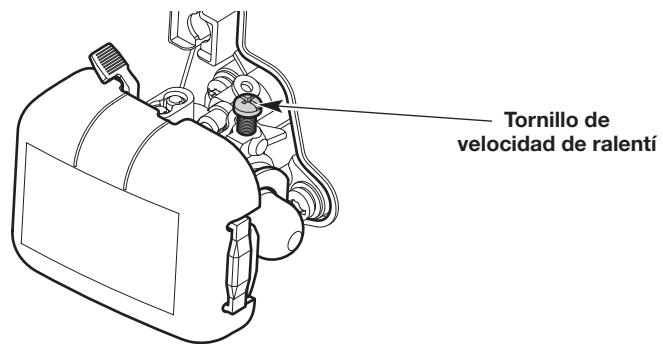

Fig. 8
- Si el motor se para, aumente la velocidad de ralentí. Use un destornillador Phillips pequeño para girar el tornillo de velocidad de ralentí en el sentido de las agujas del reloj, 1/8 de giro cada vez hasta que el motor funcione al ralentí de manera uniforme (Fig. 8).